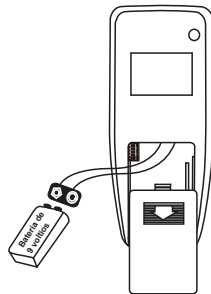

FIGURA 4
- Instale una batería de 9 voltios (no incluida). Para evitar que el transmisor se dañe, retire la batería si no utiliza el equipo durante largos periodos de tiempo. (Figura 4)